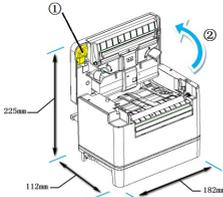

图 2.4.2.1
(1) 用手捏住打印机开盖按键①，向上抬起至竖直状态②：（见图 2.4.2.1）